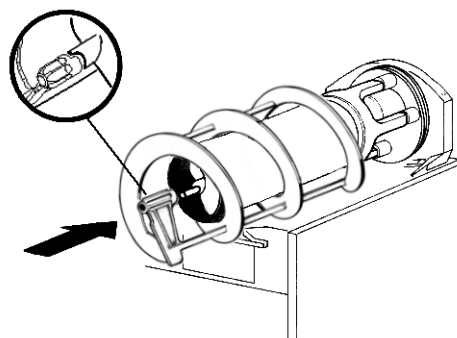

figura 16
**6** Colocar sobre el evaporador el raspador exterior, acoplándolo a su extremidad anterior al árbol del raspador interior y haciendo coincidir los dientes de arrastre (ver figura 16).